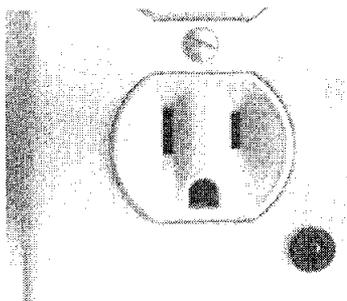

FIG. 25
6. Coloque la chalupa con su contacto eléctrico dentro del contenedor antes de conectar la corriente eléctrica (fig. 25).